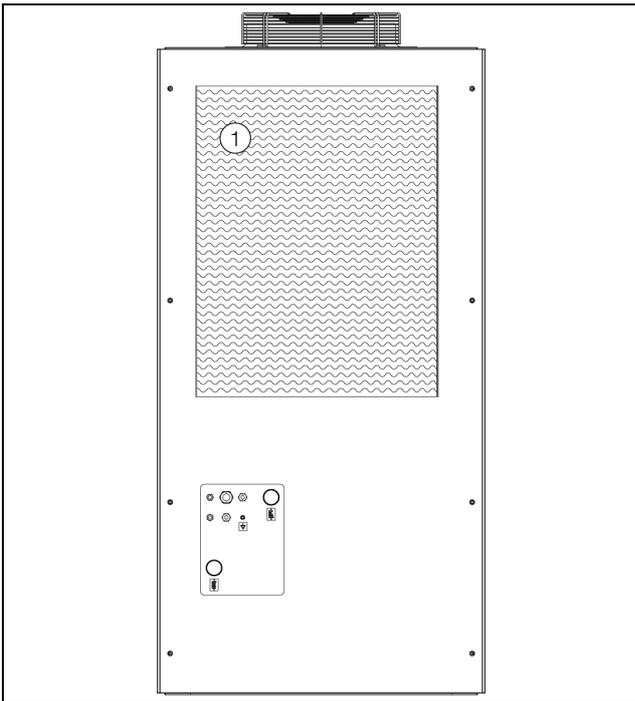

Imagen 46: Láminas del condensador
- Las láminas del condensador se encuentran en la parte posterior del chiller (imagen 46, pos. 1). Para acceder a ellas primero deberá retirar la rejilla de protección según lo descrito en la sección 5.8 «Montar las esteras filtrantes (accesorio)» o extraer la estera filtrante (accesorio) instalada.